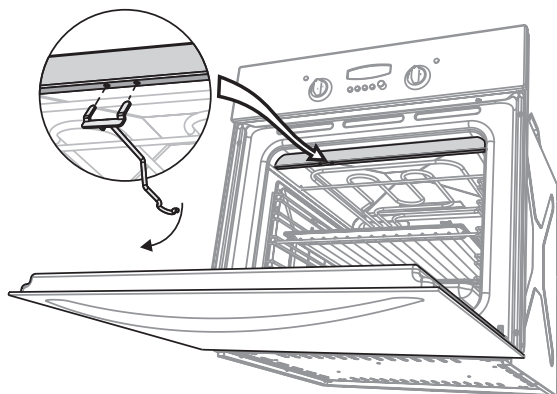

Рис.11
- Установите крючок, для чего вставьте «усы» крючка в пазы верхней полки слева проема духовки и опустите крючок вниз (рис.11).